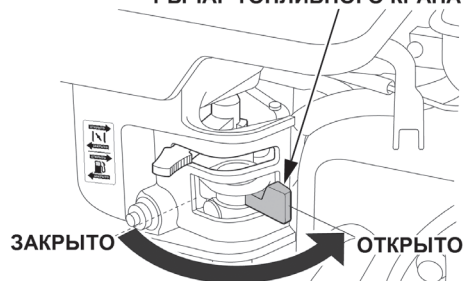

Рис. 15. Рычаг топливного крана
3. Откройте топливный кран переводом рычага вправо (Рис. 15).